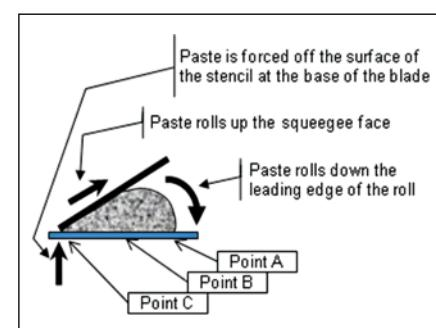

Bild 4: Pastendruck an unterschiedlichen Punkten des Druckhubs
Wenn das Lot zum ersten Mal mit dem Pastensensor in Berührung kommt (Bild 4), kommt es bei der Druckanzeige zu einer kleinen Spitze (A). Damit wurde die nach unten wirkende Kraft der Paste an der Vorderkante der Pastenrolle berechnet.
Nach der kleinen Spitze fällt der Druck ab, weil das Gewicht (B) der Paste auf den Sensor übertragen wird (Bild 4).
Der höchste Druck entsteht, wenn der Kontakt zwischen Rakel und Schablone (C) erreicht ist (Bild 4). Dies ist auf den Schub der Paste an der Rakelmesserschnei-